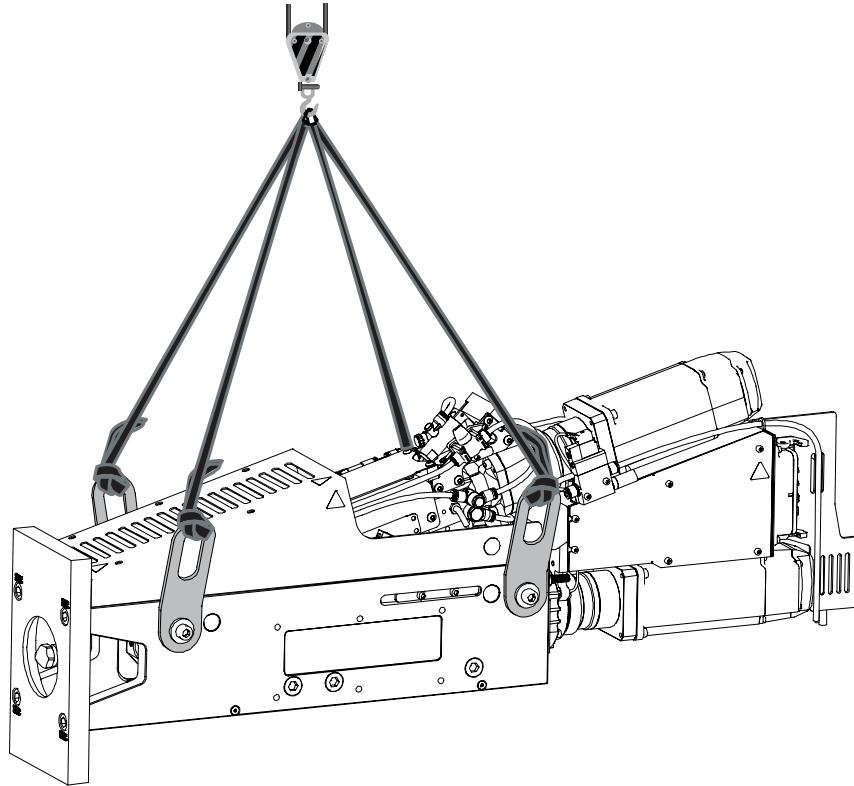

Figura 5-6 Elevación horizontal
1. Asegúrese de que todas las placas de elevación estén correctamente conectadas con cuatro eslingas largas en los puntos comunes de elevación. Consulte la Figura 5-6 Elevación horizontal.